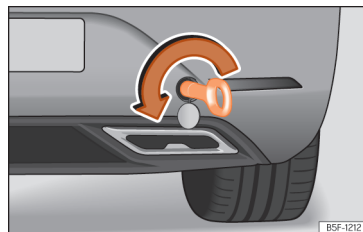

Fig. 219 Partea dreaptă a barei de protecție spate: inel de remorcare înșurubat.
- Înșurubați inelul de tractare în carcasă, prin rotire completă **în sens antiorar** » fig. 219, » ①. Utilizați un obiect adecvat, care să permită strângerea completă și sigură a inelului de tractare pe carcasă.